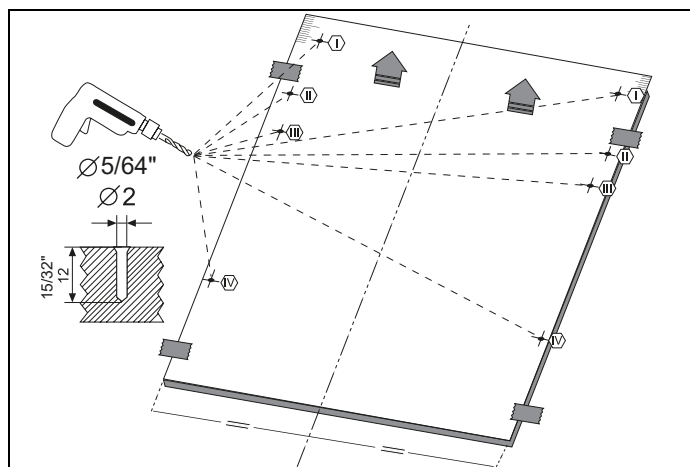

Fig. 24
- 3) Como se muestra en Fig. 24, el orificio para los tornillos se abre hacia la puerta exterior desde los puntos marcados en el plano de instalación. Diámetro de la broca: 5/64" (2 mm) Profundidad de la broca: 15/32" (12 mm)